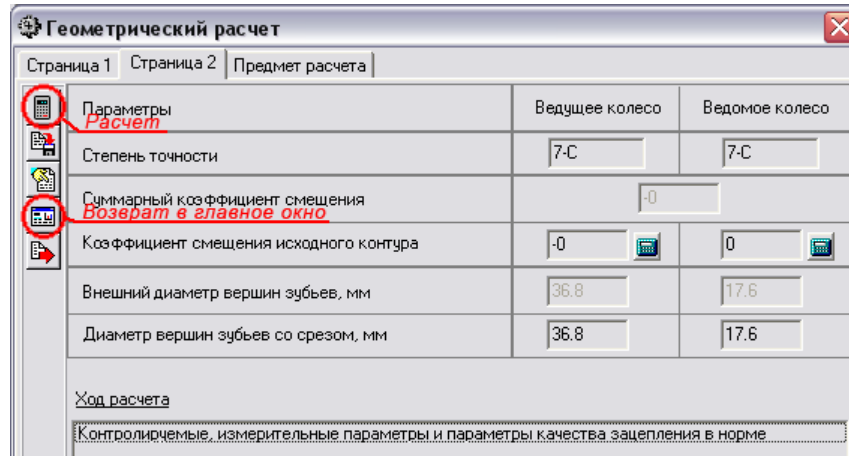

Рисунок 6.17 - Сторінка 2 геометричного розрахунку
5. На першій сторінці задайте число зубів, модуль, ширину зубчастого вінця, діаметр вершин коліс. Там, де є кнопка з калькулятором зеленого кольору (як наприклад, у п. **10. Діаметр ролика**) натисніть її й виберіть рекомендоване значення. Після заповнення всіх полів, перейдіть на вкладку **Сторінка 2** (рис. 6.17).